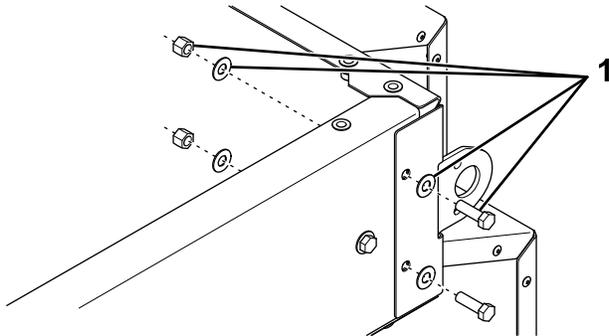

Bild 1
2. Entfernen und entsorgen Sie die Befestigungsmittel an jeder Eckplatte des Füllkastens (Bild 1).